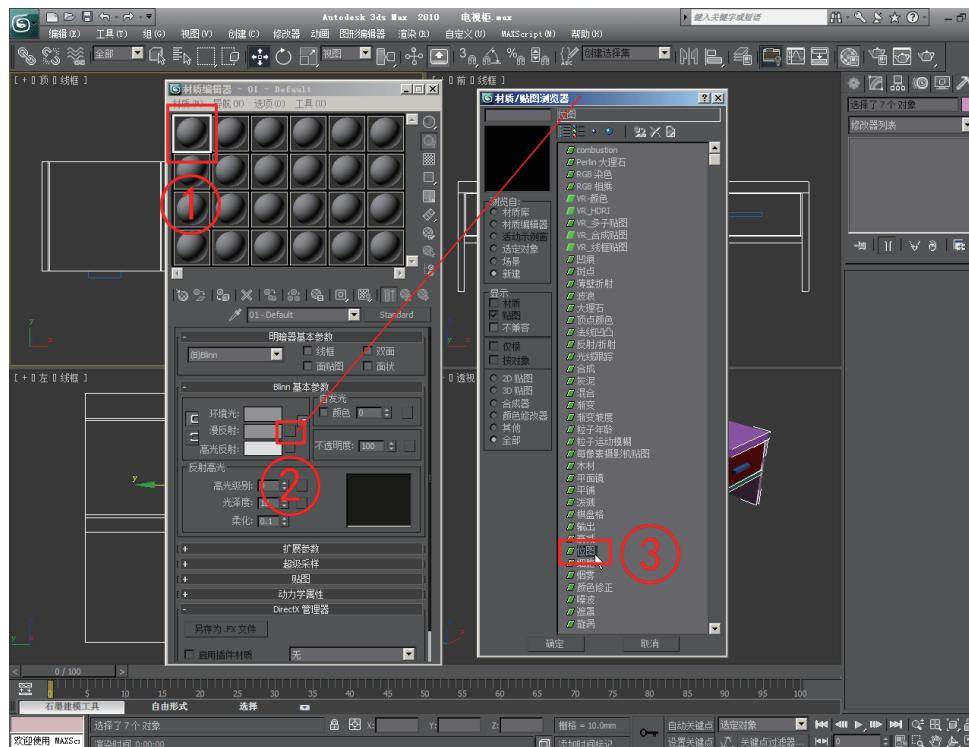

图2-33 选择“位图”选项
(2) 打开材质编辑器，选择一个材质球，单击“Blinn基本参数”卷展栏下“漫反射”色块后面的按钮，在弹出的“材质/贴图浏览器”对话框中双击“位图”，如图2-33所示。